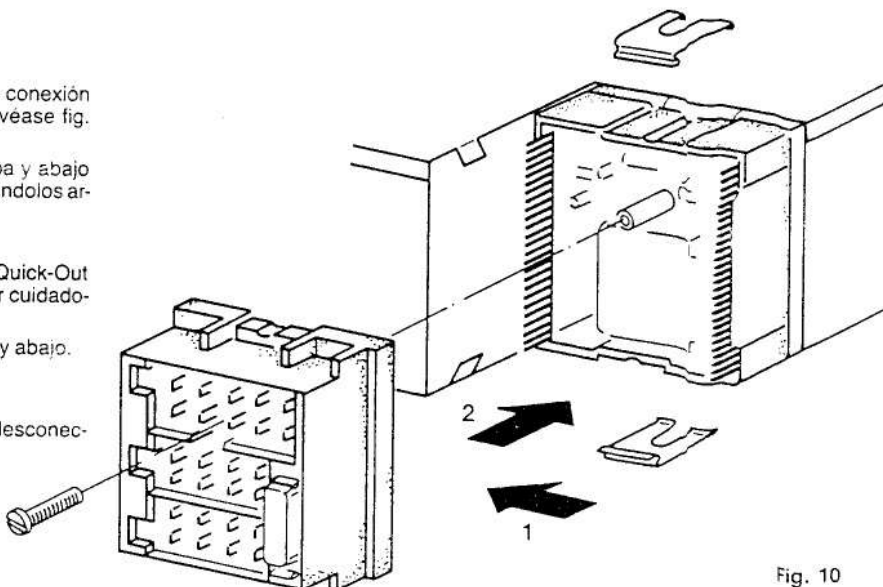

Fig. 10
3. Anschlußkästchen für Quick Out-Betrieb seitenrichtig und parallel zum Gehäuse ansetzen und vorsichtig eindrücken, siehe Fig. 10.
3. For insertion for Quick-Out operation, position the connection box with the sides in the correct position and parallel to the cabinet, and push it in carefully, see fig. 10.
3. Placer la boîte de jonction pour le service Quick-Out avec la face correcte parallèlement au boîtier et presser avec prudence, voir fig. 10.
3. Hay que colocar la caja de conexión para el servicio Quick-Out con el lado correcto paralelamente a la caja y apretar cuidadosamente, véase fig. 10.